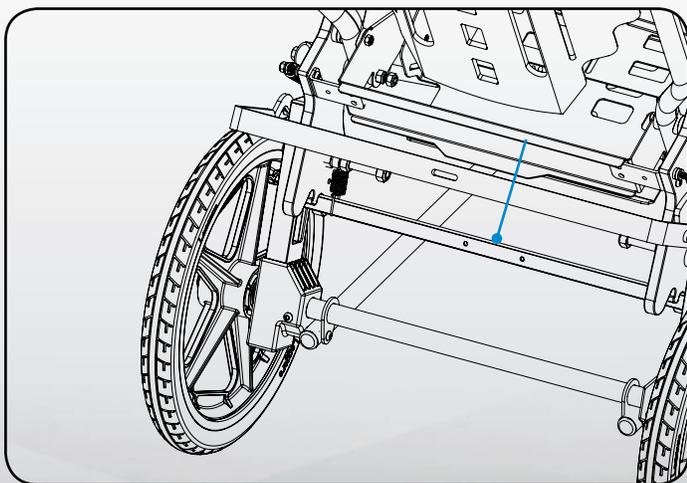

Figure 10
3. Avec votre pied, appuyez sur la barre de verrouillage. Consultez la figure 10.